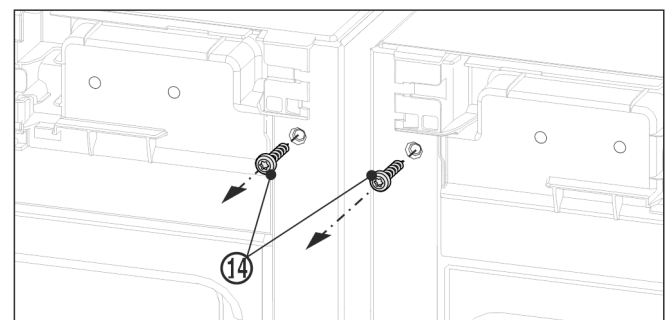

Fig. 9
- Перед монтажом верхнего угла выверните оба винта заземления Fig. 9 (14).